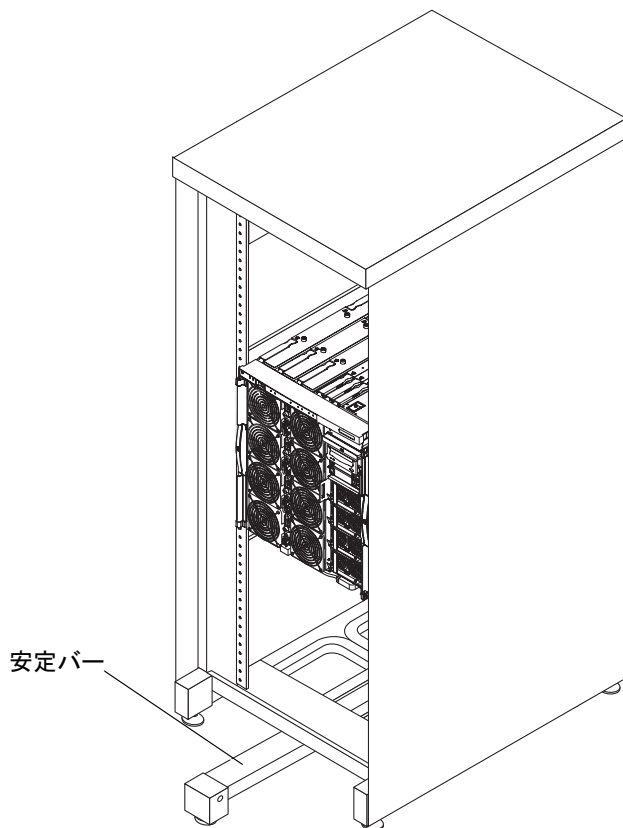

図 3-1 安定バーを伸ばした状態の Sun Rack 900 システムキャビネット
2. システムキャビネットの安定バーを伸ばして固定します (図 3-1)。
3. 新しいキャビネットの安定バーを伸ばし、適切な位置で固定します (図 3-1)。
11. キャビネットの安定バーを元に戻します (図 3-1)。